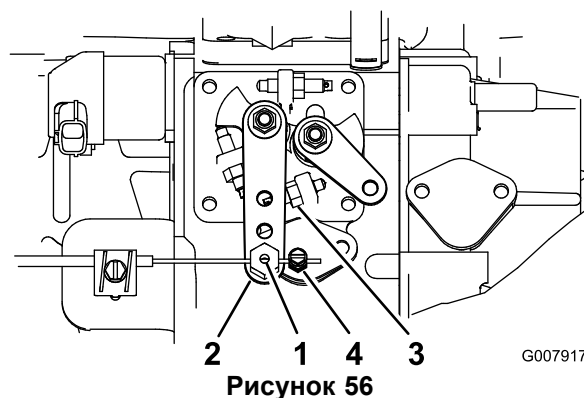

Рисунок 56
2. Ослабьте соединитель на тросике дроссельной заслонки рядом с рычагом насоса для впрыска топлива (Рисунок 56).
3. Удерживайте плечо рычага насоса для впрыска топлива прижатым к упору высокой частоты холостого хода (**Рисунок 56**).